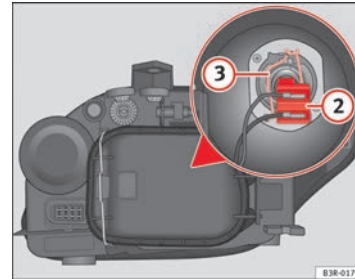

Abb. 211 Abblendlicht
- Ziehen Sie am Stecker ⇒ Abb. 211 ② und nehmen Sie diesen so von der Lampe ab.
- Nehmen Sie die Haltefeder ⇒ Abb. 211 ③ durch Eindrücken und Rechtsdrehung ab.